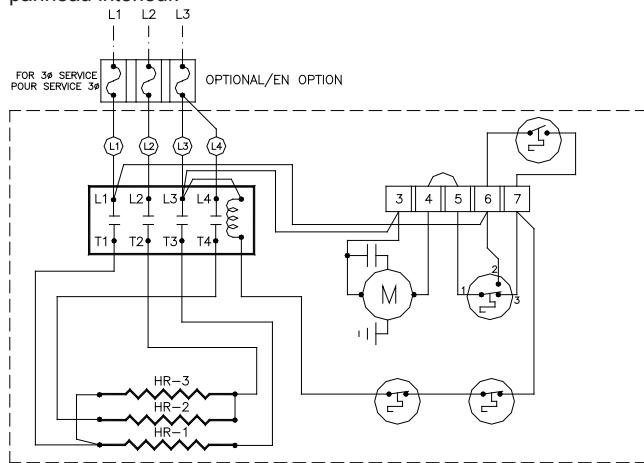

Figure 2
- Enlevez les vis fixant la porte d'accès et abaissez la porte pour exposer le logement de câblage et de commande. (Figure 2)
- Les trois débouchures à l'arrière de l'aérotherme permettent de réaliser les raccordements électriques et de commande. (Figure 2).